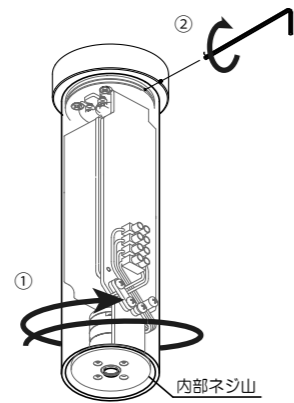

図5 フランジと内蔵電源部を内部のネジ山でねじ込む。その後、フランジ側面の止めネジを締めしっかりと固定する。
- ・フランジ内部底面と内蔵電源部底部のネジ山でねじ込んで固定し、フランジ外部側面の止めネジを締める。（図5）